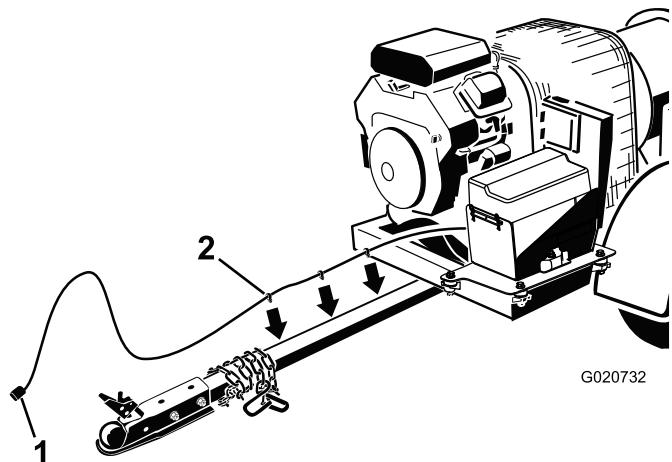

Figura 7
3. Pase el arnés de cables por el lado derecho de la barra del enganche (Figura 7).